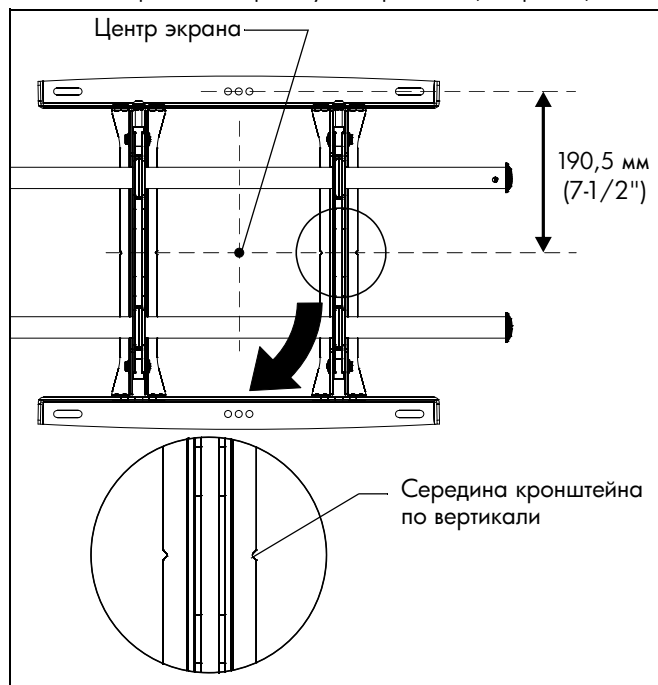

рис. 4
3. Совместите прорези на креплении с отметкой середины экрана, чтобы определить середину по вертикали. (См. рис. 4)